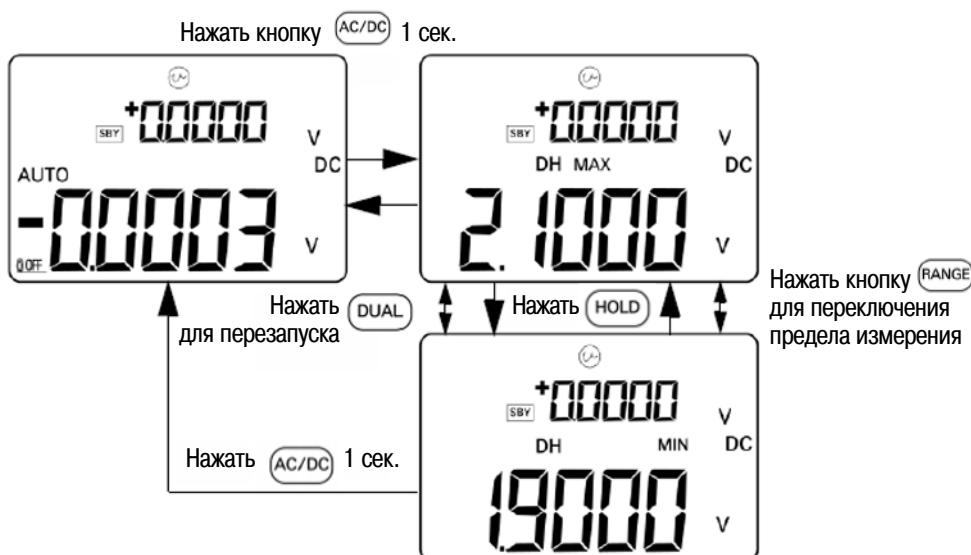

Рис. 3-10 Индикация в режиме фиксации пикового значения
- Нажмите кнопку **HOLD**, чтобы вывести на индикацию положительное или отрицательное пиковое значение напряжения после ввода в действие режима измерения пикового значения. Вспомогательный индикатор **DH MAX** указывает положительное пиковое значение, а индикатор **DH MIN** – отрицательное пиковое значение (см. рис. 3-10).